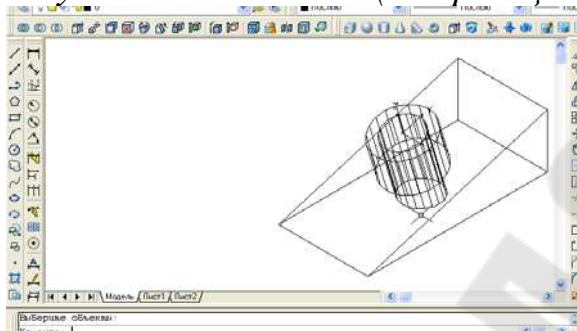

Рис. 9.8. – Модель ГО
6. Сформировать модель графического объекта (ГО) см рис. 9.8.